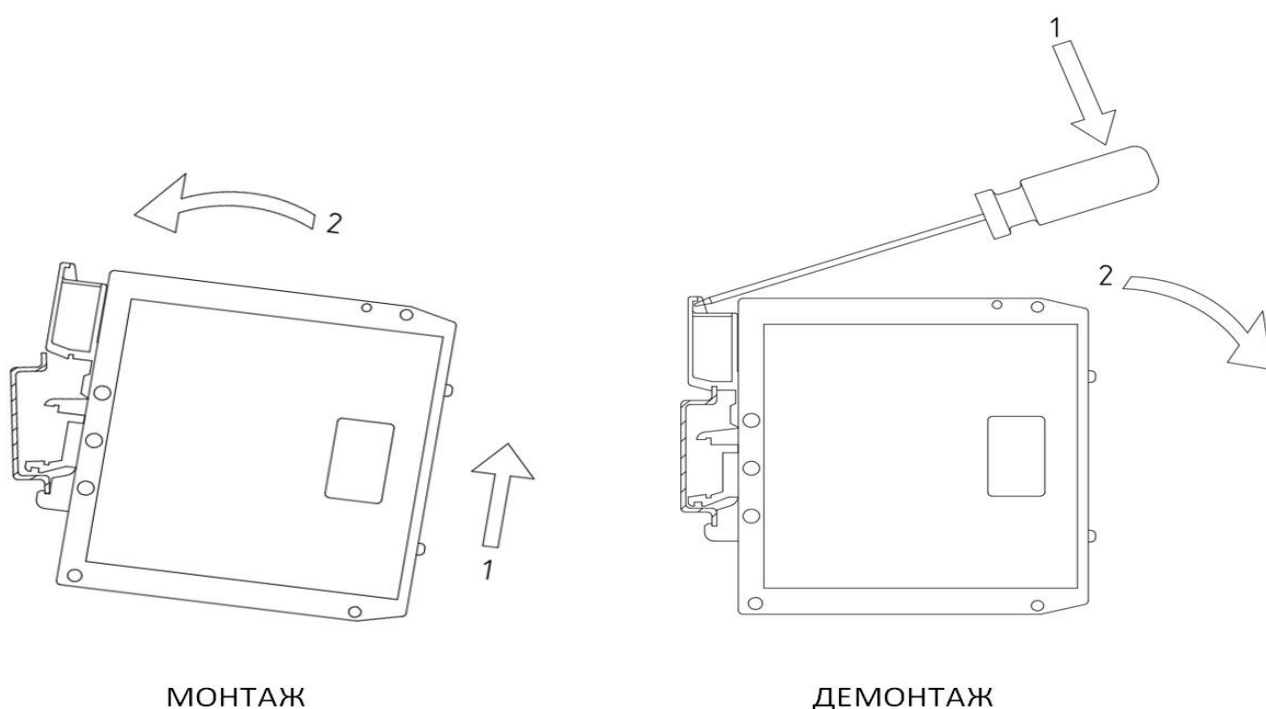

Рисунок 6.2 – Установка ШРР на DIN-рейку
5.1. Монтаж і демонтаж ШРР на DIN-рейку слід проводити в послідовності, наведеній на рис. 6.2.